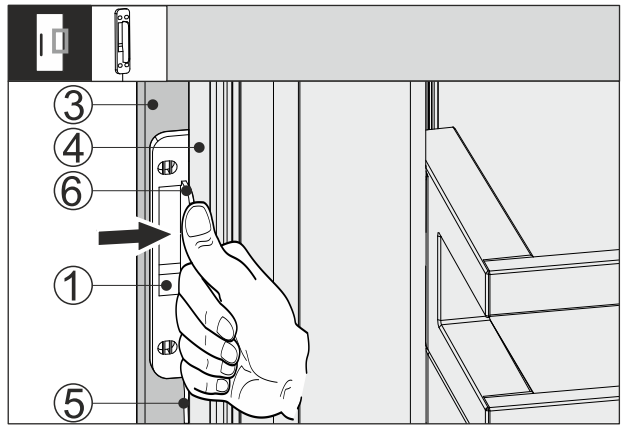

Fig. 67
- Shtyni sensorin e trokitjes Fig. 67 (1) midis kanatit të mobilies Fig. 67 (3) dhe derës së pajisjes Fig. 67 (4) në mënyrë të tillë që kabloja Fig. 67 (5) të jetë paksa e tendosur. Ndaluesi Fig. 67 (6) i sensorit të trokitjes mbështetet në derën e pajisjes Fig. 67 (4).
- Ngjishni sensorin e trokitjes Fig. 67 (1) në kanatin e mobilies Fig. 67 (3).
- Sensori i trokitjes Fig. 67 (1) do të ngjitet. Ngjitja e sensorit të trokitjes përmirëson transmetimin e sinjalit të trokitjes.
Fiksimi i përhershëm i sensorit të trokitjes Fig. 67 (1) rrit jetëgjatësinë.
- Mbërtheni sensorin e trokitjes Fig. 67 (1) në kanatin e mobilies Fig. 67 (3) me vidat e ofruara.